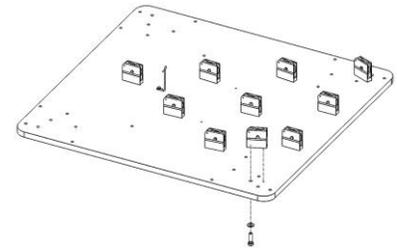

Abbildung E-8, Riemenscheiben-Hardware
8. Führen Sie die obigen Schritte in umgekehrter Reihenfolge aus, um die Riemenscheibe zu installieren. Richten Sie den Stift in der Riemenscheibe so aus, dass er im oberen Bereich des Decks ein Loch aufweist. Siehe Abbildung E-8.